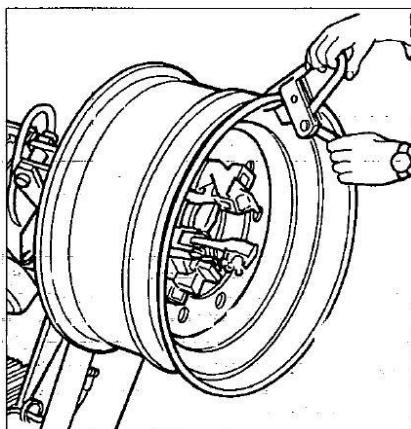

Fig.7.8
- 2) Fastgør ”PC” clips på yderkanten af fælgen, på det højeste punkt (See Fig. 7.8)
- 3) Anbring PC clipsen på det højeste punkt (Se Fig.7.8).